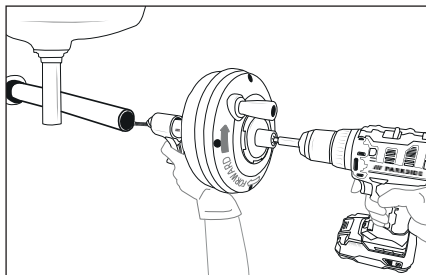

Abb. 3
- 8) Überprüfen Sie, ob das Gerät im Abstand von höchstens 10 cm zur Abflussöffnung gehalten werden kann. Ein größerer Abstand erhöht das Risiko, dass die Spirale 8 sich verdreht oder knickt. Sollte der Abstand größer sein, muss die Abflussöffnung mit Rohren und Anschlüssen gleicher Größe verlängert werden, sodass das Gerät maximal 10 cm vor der Abflussöffnung platziert werden kann (siehe Abb. 3). Wenn die Spirale 8 unzureichend abgestützt wird, kann sie knicken, sich verdrehen und beschädigt werden oder den Bediener verletzen.
- 7) Drehen Sie die Trommel **2** im Uhrzeigersinn (sichtbar am Pfeil auf der Rückseite der Trommel **2**, siehe Abb. 3) und drücken Sie den Auslöser **6**. Durch die Betätigung des Auslösers **6** wird die Spirale **8** in den Abfluss geführt.